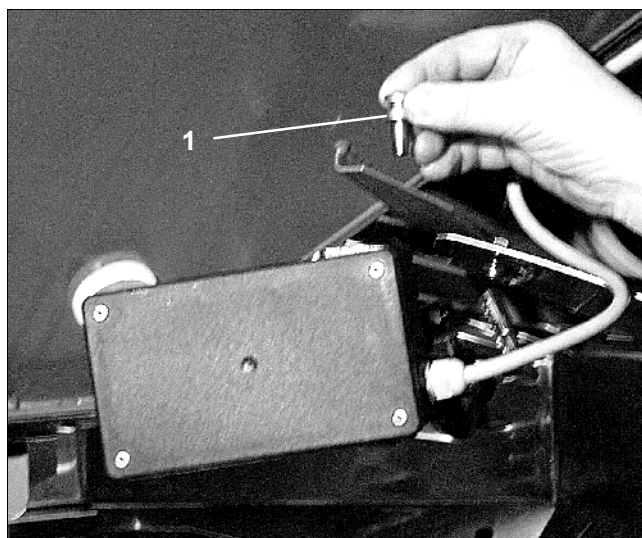

Рис. 102
- Извлеките оба шарнирных пальца (Рис. 102/1).